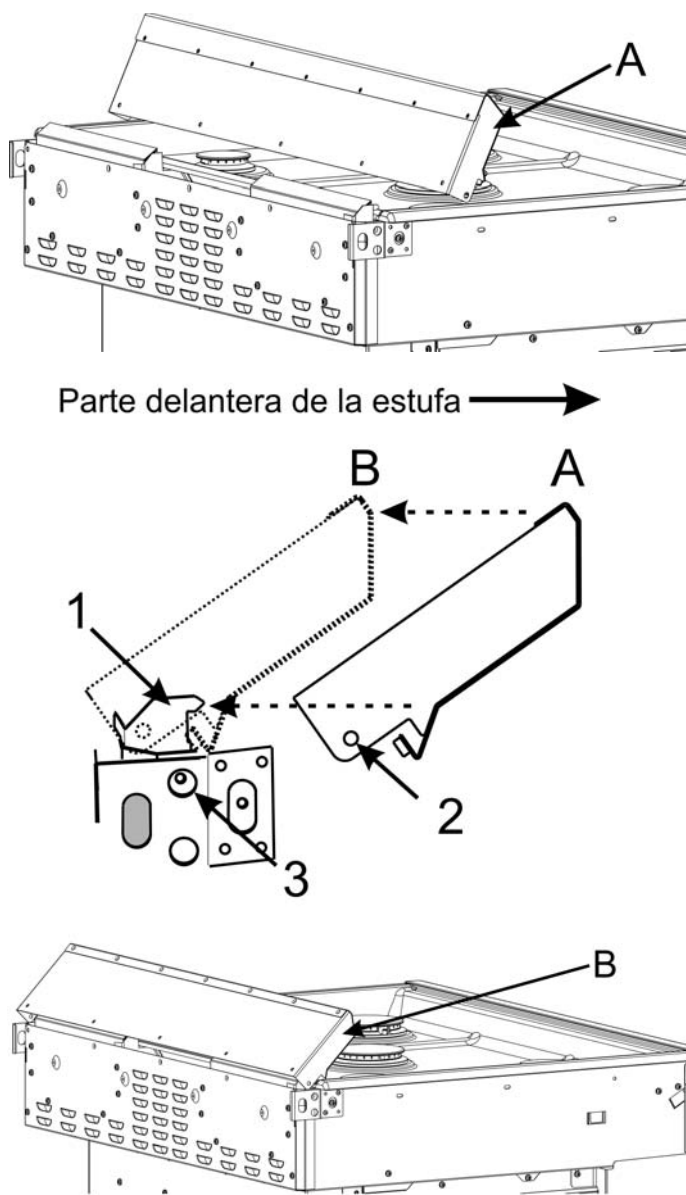

Figura 3: Colocación de la placa antisalpicaduras inferior 1
- Coloque la placa antisalpicaduras inferior en la posición A (consulte la Figura 3) y, luego, muévala a la posición B (enganchando el dispositivo de alineación 1 dentro de la placa antisalpicaduras inferior) (el aspecto de los dispositivos puede no ser exactamente igual al que se muestra).